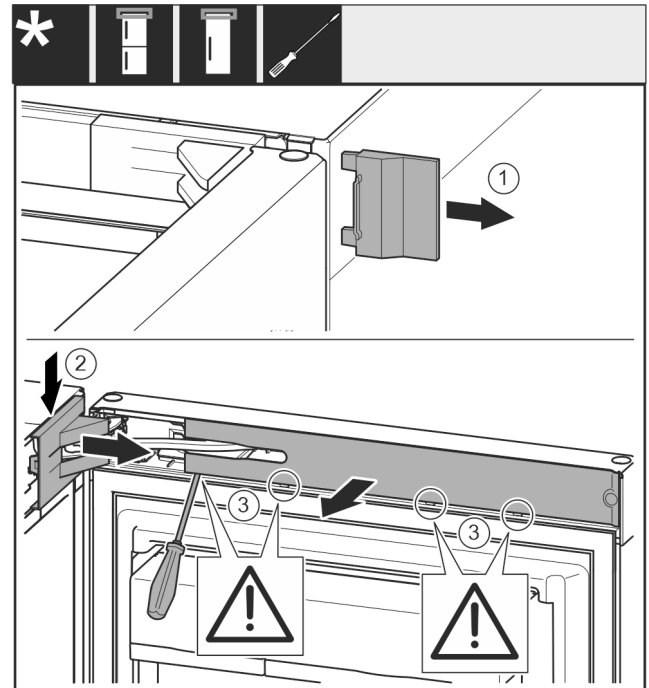

Fig. 12
- ▶ Odoberte kryt Fig. 12 (1).
- ▶ Odistite a uvoľnite kryt ložiskovej konzoly Fig. 12 (2).
- ▶ Odoberte kryt ložiskovej konzoly Fig. 12 (2).
- ▶ Odistite kryt Fig. 12 (3) plochým skrutkovačom a odklopte ho do strany.